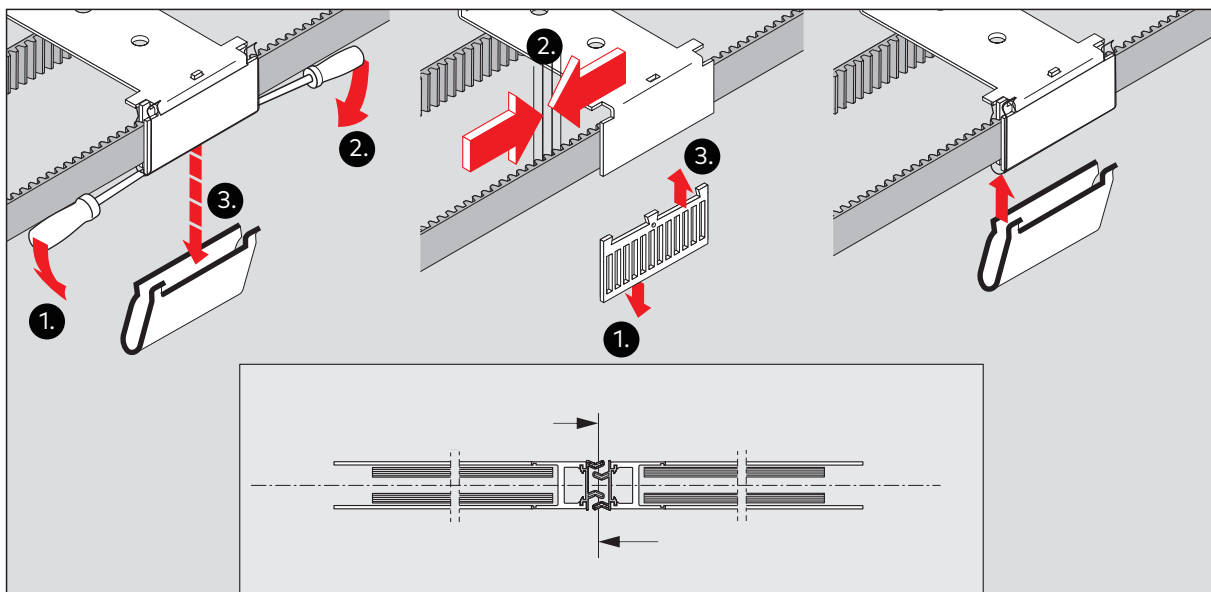

Abb. 91 Korrigieren großer Abweichungen zwischen Hauptschließkante und Mittelpunkt
4. Falls erforderlich, den Zahnriemen um einen oder mehrere Zähne weiter verschieben, wie in Abb. 91 dargestellt.